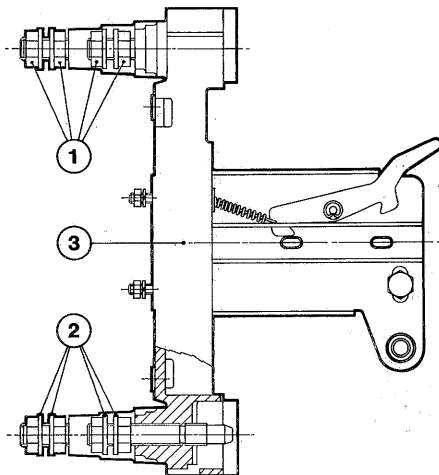

Fig.17
- Se quanto sopra non avviene, verificare lo scorrimento dell'asta (10).
N.B. Per il sezionamento e l'inserzione dell'interruttore utilizzare l'apposita leva (12).
7.6. Trasformazione dell'interruttore base in interruttore sezionabile con attacchi posteriori (fig. 17)